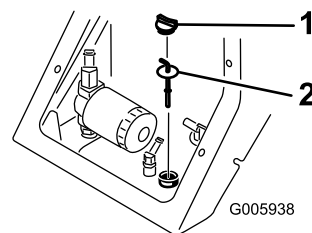

Figure 39
5. Nettoyez la surface autour du goulot de remplissage du réservoir hydraulique (Figure 39).
6. Enlevez le bouchon du goulot de remplissage et vérifiez le niveau de liquide sur la jauge (Figure 39).